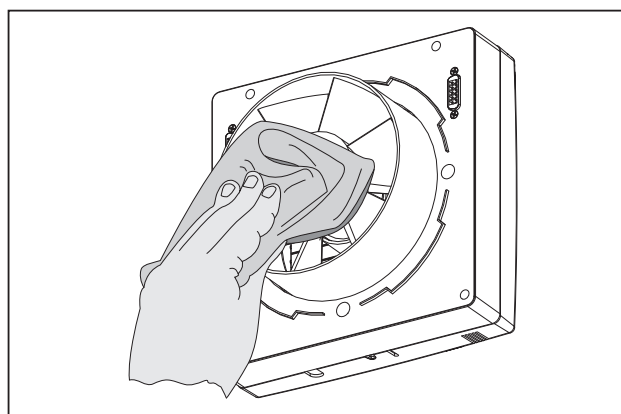

Abb. 23. Reinigung der Flügelradschaufeln
- Reinigen Sie die Flügelradschaufeln, Abb. 23. Die Reinigung erfolgt mit einem trockenen weichen Lappen, einer Bürste oder Druckluft. Reinigung mit Wasser, Schleifmitteln, scharfen Gegenständen oder Säuren ist nicht gestattet. Die Flügelradschaufeln bedürfen einmal pro Jahr der Reinigung.